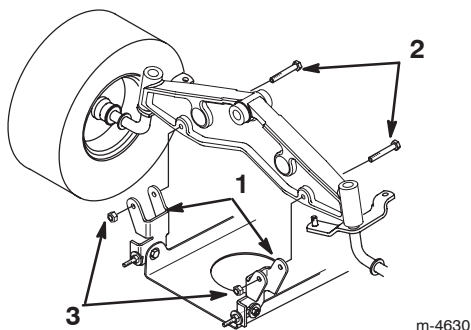

Bild 39
- Entfernen Sie die Schrauben und Sicherungsmuttern und ziehen die zwei Schwenkhalterungen des Mähwerks von der Vorderachse herunter (Bild 39).